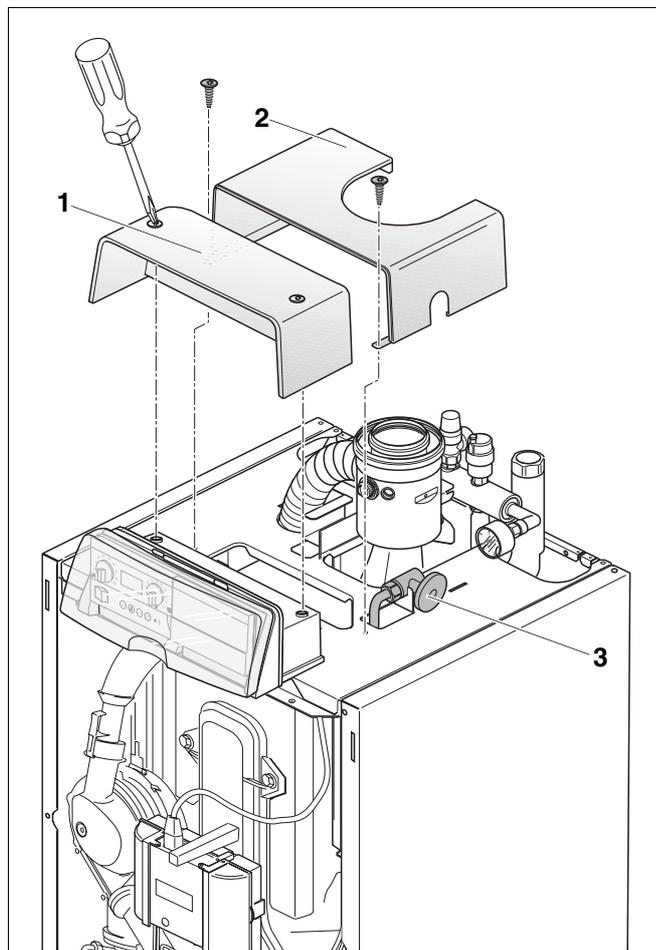

Fig. 31 Collegare il tubo del gasolio
Il rubinetto per l'intercettazione del gasolio (fig. 31, **pos. 3**) si trova al di sopra della caldaia.
- Svitare le 2 viti del pannello di copertura dell'apparecchio di regolazione (fig. 31, **pos. 1**) e rimuoverlo.
- Svitare le 2 viti della copertura posteriore (fig. 31, **pos. 2**) e smontare la copertura.
- Effettuare il collegamento del gasolio collegando il tubo per l'alimentazione del combustibile al relativo rubinetto d'intercettazione (fig. 31, **pos. 3**).
- Rimontare la copertura posteriore (fig. 31, **pos. 2**).